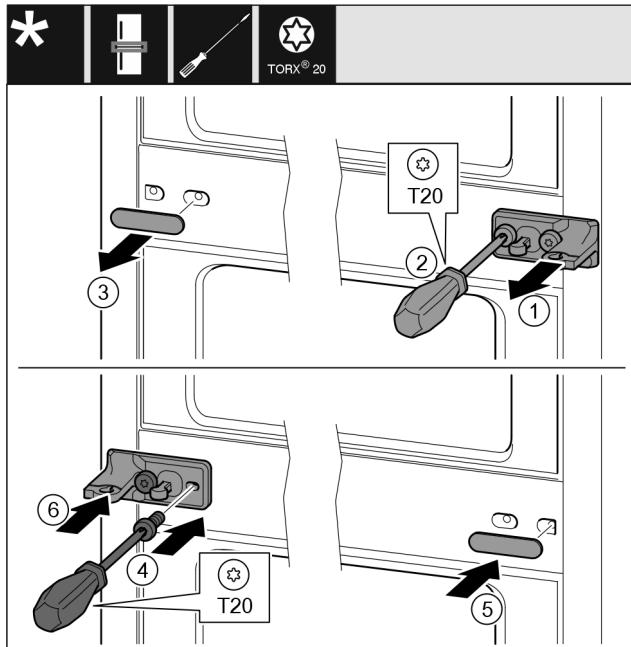

Fig. 31
- Снимите шайбу. Fig. 31 (1)
- Выкрутите винты отверткой T20. Fig. 31 (2)
- Осторожно снимите крышку. Fig. 31 (3)
- Плотно прикрутите опорный кронштейн с подкладкой с поворотом на 180° с другой стороны. Fig. 31 (4)
- Установите крышку с поворотом на 180° с другой стороны. Fig. 31 (5)
- Надвиньте шайбу спереди. Fig. 31 (6)